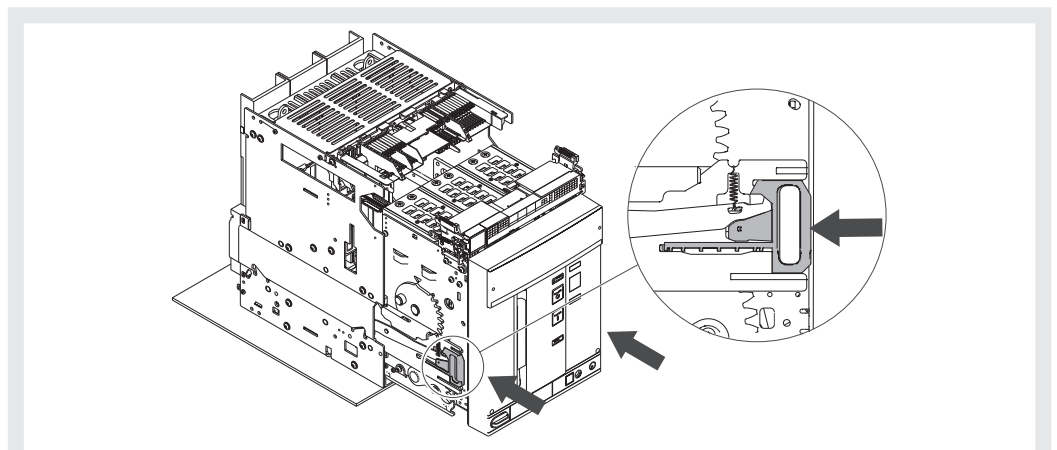

Abbildung 42
7. Die Hebel der Führungen des festen Teils in die Hände nehmen und schieben, bis das bewegliche Teil anschlägt. Siehe Abbildung 42.